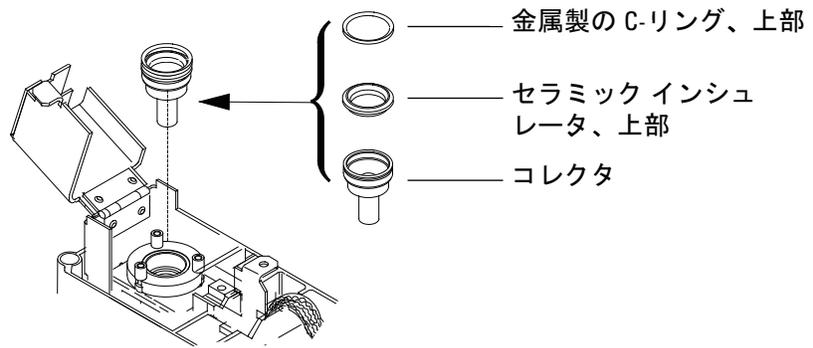

図 5 NPD コレクタ、上部インシュレータ、および金属製 C-リング
- 20 下側の金属製 C-リング、下部セラミックインシュレータ、および上側の金属製 C-リングを取り付けます。図 5を参照してください。